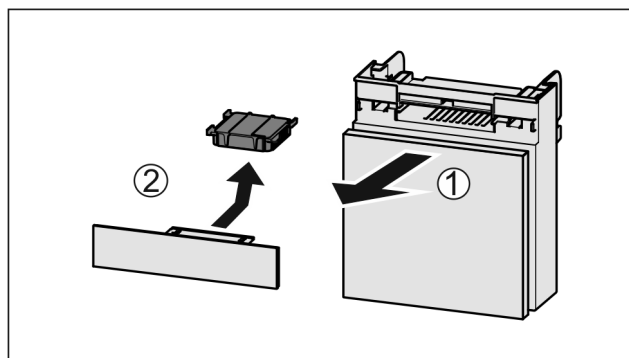

Fig. 45
- Trekk ut Fig. 45 (1) hyllen fremover.
- Ta ut Fig. 45 (2) aktivkullfilteret.